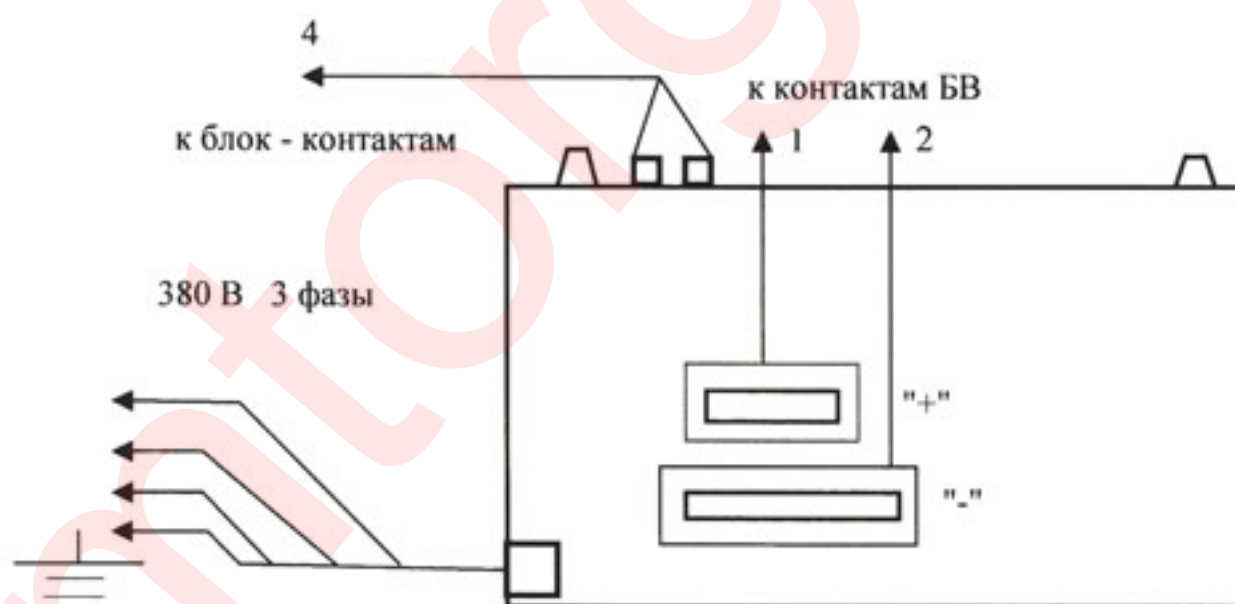

Рис. 2. Подключение ПРУС
Схема подключения ПРУС показана на рис. 2.
1. Соединить выводы 1 и 2 (рис. 2) с выводами измерительной катушки ВАБ.
2. При необходимости, например при испытаниях релейно-дифференциального шунта, (РДШ) к разъему 4 (рис. 2) подключить ответную часть с коаксиальным кабелем (или двухпроводной линией), другой конец кабеля подключить к выводам блока контакта ВАБ.
3. Сетевой кабель 3 (рис. 2) подключить к трехфазной сети 380 В частотой 50 Гц.